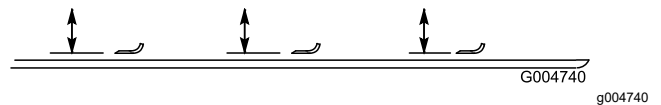

Figura 109
4. Gire la cuchilla hasta que los extremos estén orientados hacia adelante y hacia atrás, y mida desde el interior de la unidad de corte al filo de corte en la parte delantera de la cuchilla (Figura 109).